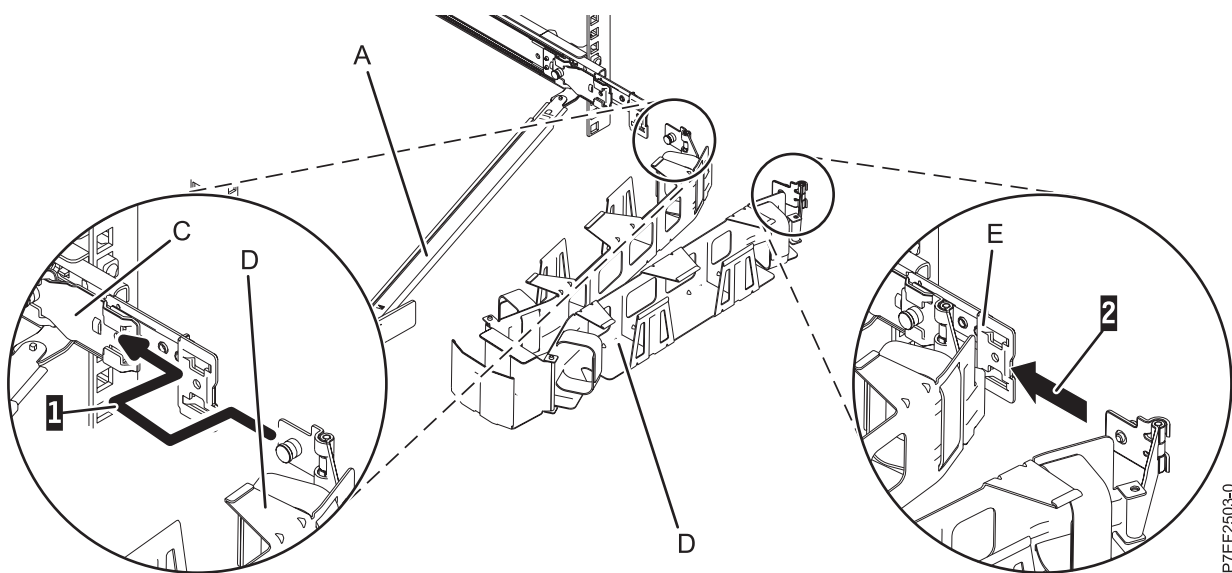

Figura 17. Conexión del brazo portacables
6. Coloque el brazo portacables (D) en el brazo de soporte (A). Deslice la primera patilla del brazo portacables (1) en la ranura de la pieza de sujeción de montaje (C). Empuje la patilla hasta que el pestillo accionado por resorte quede encajado en su sitio. Deslice la otra patilla del brazo portacables en la abrazadera de extensión (E) de la parte externa del riel deslizante derecho (2). Presione la pestaña hasta que el pestillo accionado por resorte quede encajado en su sitio, tal como muestra la Figura 17.